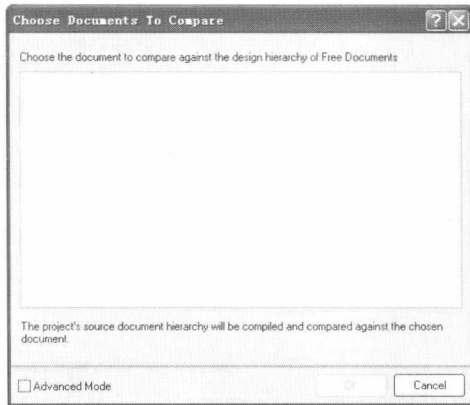

图 1-12 “Choose Documents To Compare” 对话框
- ◆ “Show Differences” (显示差异) 命令：运行该命令将弹出如图 1-12 所示的“Choose Documents To Compare” (选择文档比较) 对话框。勾选“Advanced Mode” (高级模式) 复选框，可以进行文件之间、文件与项目之间、项目之间的比较。